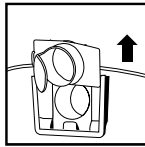

FIGURA 26
39. Retire el deflector de entrada de la guía del deflector. **NOTA:** Para poder retirar el deflector de entrada, antes hay que extraer la manguera. **FIGURA 26.**